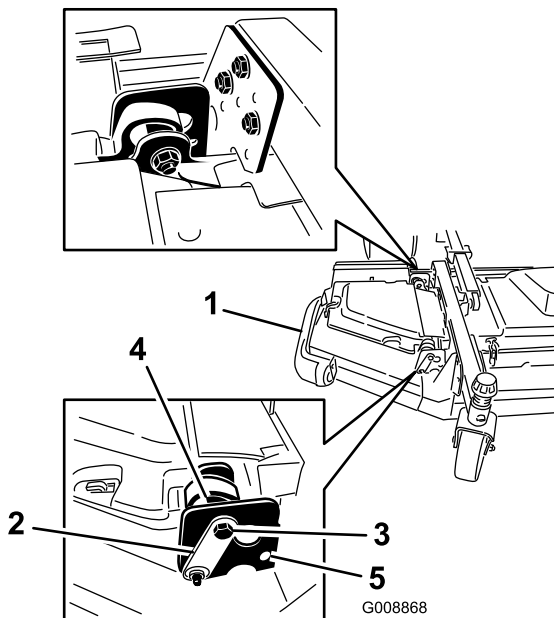

Bild 7
2. Lösen Sie die Schrauben und Muttern, mit denen die zwei Exzenterdistanzstücke an den Flügeln befestigt sind (Bild 7).
3. Drehen Sie den hinteren Exzenter (der der Zugmaschine am nächsten ist), bis die äußere Messerspitze ungefähr 3 mm höher ist als die gewünschte Schnitthöhe (Bild 7).